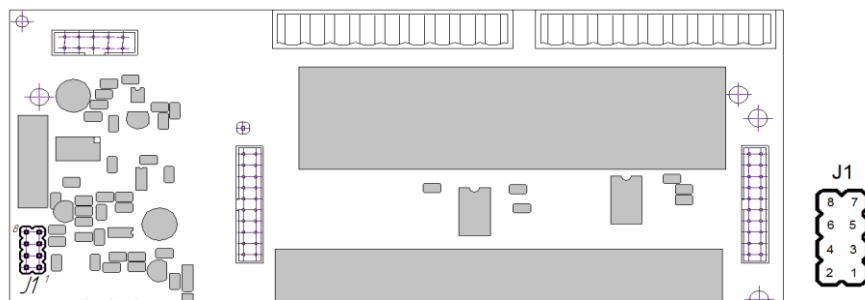

Рисунок 8.8 - Схема расположения элементов на модуле расширения
**Примечание.** Положение перемычек на модуле расширения для настройки аналогового выхода – см. табл. 8.4.1 и рис. 8.8.
**Примечание.** Положение перемычек на модуле расширения для настройки аналогового выхода – см. табл. 8.4.1 и рис. 8.8 (стр. 60).